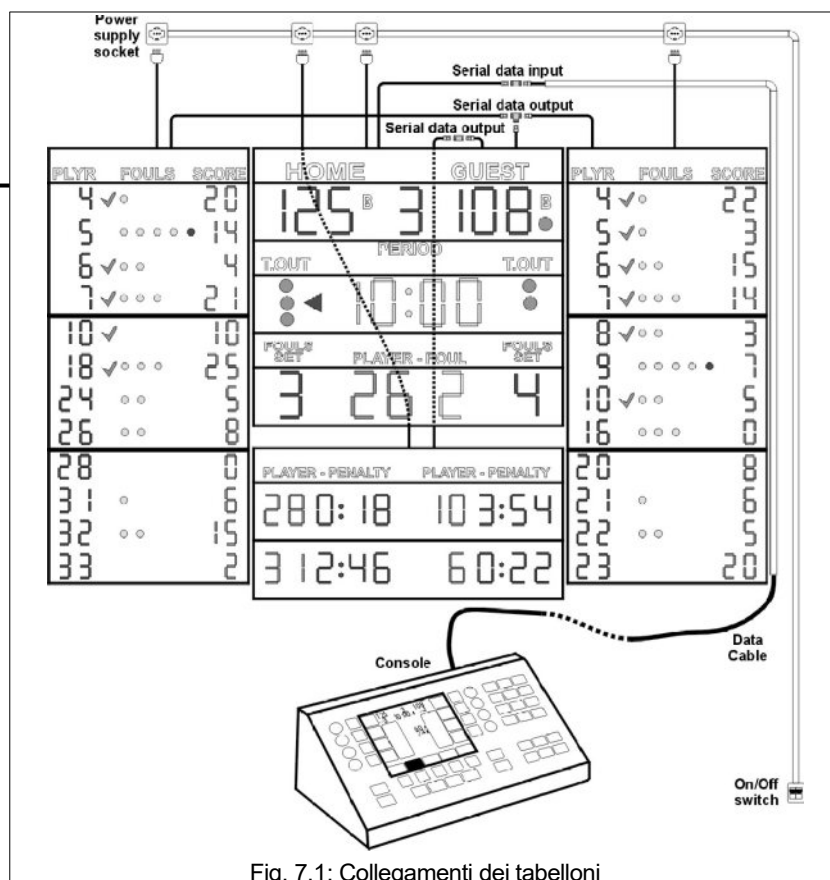

Fig. 7.1: Collegamenti dei tabelloni
3. Per il collegamento agli altri eventuali tabelloni della serie FS posti nelle vicinanze, ad esempio quelli laterali per la visualizzazione dei falli/punti dei giocatori o quelli centrali per i tempi di penalità (vedere l'esempio in Fig. 7.1), collegare ai connettori "SERIAL DATA OUTPUT" i restanti cavetti prolunga di 1 m, come indicato nel punto precedente.
Ogni tabellone viene fornito di cavo di alimentazione con spina. Per una facile accensione e spegnimento del tabellone, consigliamo di predisporre una presa di alimentazione appena sopra al tabellone (vedere esempio in Fig. 7.1).
La Fig. 7.1 mostra una configurazione con il tabellone centrale, quelli laterali per i falli e i punti dei giocatori, oltre che quello inferiore per la visualizzazione dei tempi di penalità.
4. Gli eventuali ulteriori pannelli della serie FS, ad esempio quelli laterali dei falli/punti dei giocatori e quelli inferiori per i tempi di penalità, possono essere collegati agli altri due cavi seriali "SERIAL DATA OUTPUT" attraverso gli appositi adattatori (vedere Fig. 7.1).